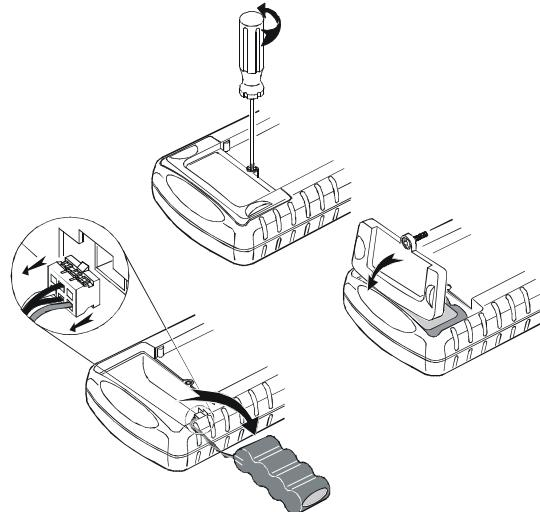

Рис. 8-2 Замена блока аккумуляторов
Чтобы заменить блок аккумуляторов, необходимо выполнить следующие действия: (см. рис. 8-2)
*Положение блока аккумуляторов в аккумуляторном отсеке должно быть таким, как показано на рис. 8-2.*